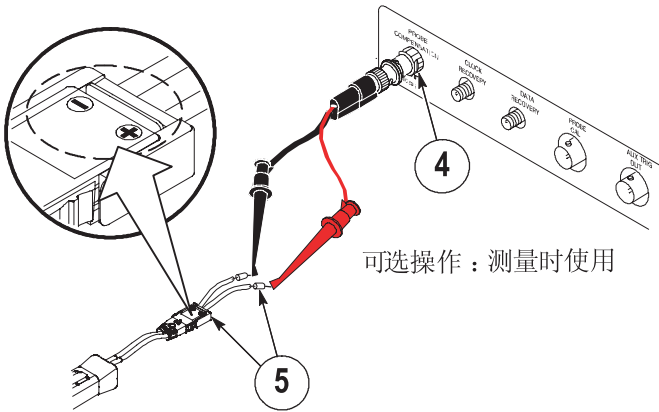

图 4：连接到探头进行功能检查
4. 将 BNC (M) 到微型钩（使用 SMA (M) 到 BNC (F) 适配器）连接到示波器的 PROBE COMPENSATION（探头补偿）连接器。请参阅图 4。